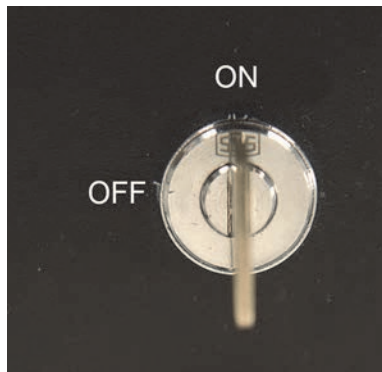

Figura 1-2 Interruptor de energia (ligado)
Gire a chave ON/OFF no sentido horário para ligar o analisador BTX III (consulte Figura 1-2 na página 25).
- ◆ Gire a chave ON/OFF no sentido horário para a posição ON (veja Figura 1-2 na página 25).